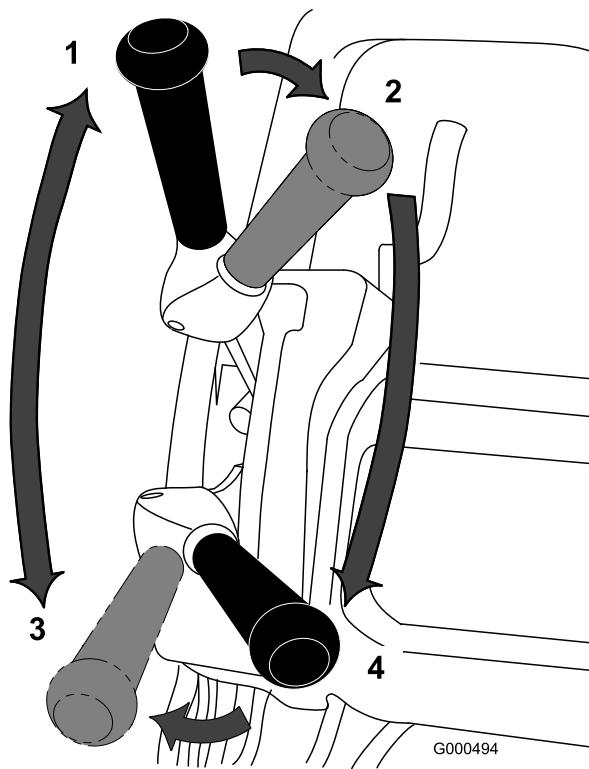

Figura 23
3. Spostate la leva in posizione di FOLLE per la trazione e di DISINNESTO per l'azionamento del cilindro (Figura 23).
4. Spostate la leva in posizione di MARCIA AVANTI per la trazione e di INNESTO (Figura 23) per l'azionamento del cilindro, aumentate la velocità dell'acceleratore finché la macchina non avanza alla velocità desiderata, guidate la macchina sul green, abbassate l'apparato di taglio a terra e iniziate a tosare l'erba.
1. Avviate il motore, impostate l'acceleratore a bassa velocità, abbassate la stegola per sollevare l'apparato di taglio, premete il comando presenza dell'operatore, spostate la leva della trazione e di azionamento del cilindro in posizione di MARCIA AVANTI (di trasporto) e trasportate la macchina sul bordo del green (Figura 23).
2. Spostate la leva posizione di FOLLE (Figura 23).